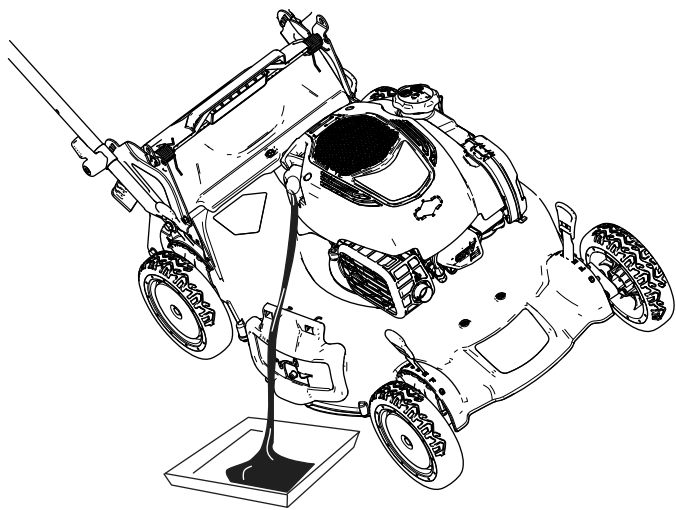

Figuur 39
3. Verwijder de peilstok door de dop linksom te draaien en eruit te trekken (Figuur 39).
10. Lees het oliepeil af van de peilstok (Figuur 39).